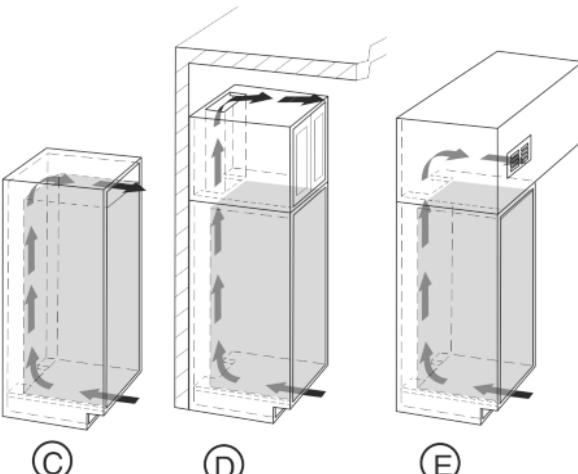

Fig. 4
- Верхняя площадь вентиляционного отверстия может быть выполнена или непосредственно над устройством и снабжена вентиляционной решеткой *Fig. 4 (C)*, находится рядом с крышкой над мебелью *Fig. 4 (D)*, или иметь вид вентиляционного отверстия в промежуточном перекрытии *Fig. 4 (E)*.